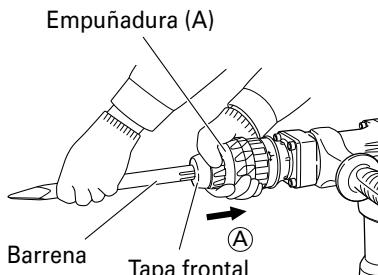

Fig. 2
- (1) Limpie la parte del vátago de la herramienta.
- (2) Tal como se muestra en la Fig. 2, tire de la empuñadura (A) en la dirección de **(A)**, e inserte la herramienta en el orificio de la tapa frontal.
- (2) Suelte la empuñadura (B), gire la herramienta, y cerciórese de que haya quedado completamente bloqueada.
Tal como se muestra en la Fig. 2, tire de la empuñadura (A) y extraiga la herramienta.